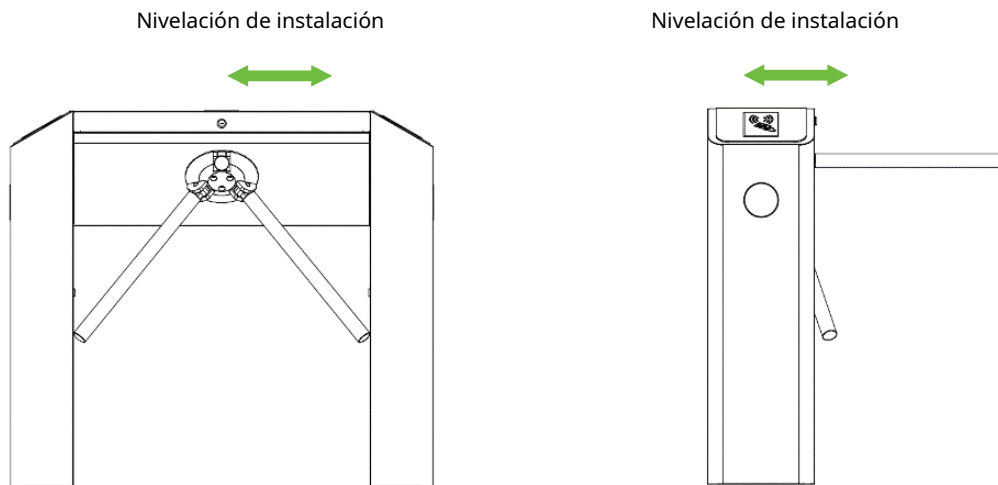

Figura 3-5
3. Coloque el torniquete en la placa de montaje y apriete los tornillos. Aplique pegamento para asegurar tornillos antes de usarlos y coloque juntas en los tornillos para ajustar la dirección del torniquete. Si el torniquete del trípode no está nivelado, puede colocar juntas para ajustarlo, como se muestra en la Figura 3-5.